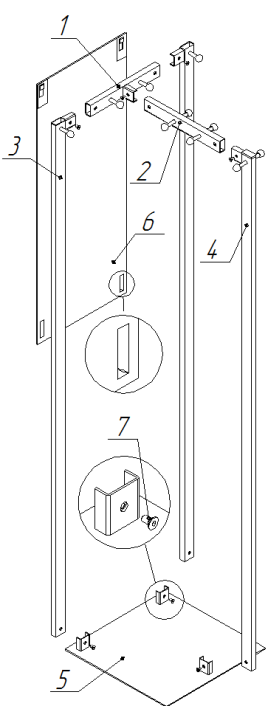
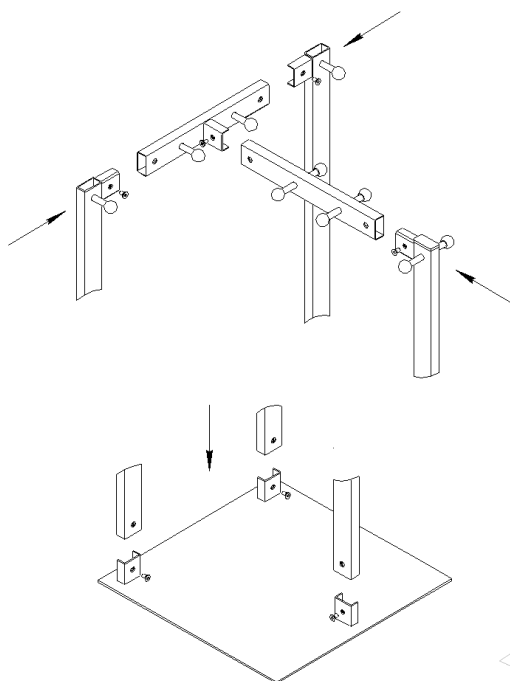
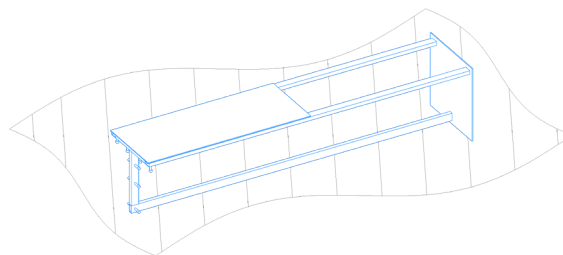

Рис.1.1
Рис.1.2
Рис.1.3
- Для сборки верхнего Т-образного элемента возьмите стяжку переднюю Т-образного элемента (1) (Рис.1.1), и вставьте в нее стяжку центральную Т-образного элемента (2) той стороной, где расстояние от края стяжки до первого крючка больше. **ВНИМАНИЕ!!! Если центральную стяжку вставить другой стороной (где расстояние от края стяжки до первого крючка меньше), сборка будет неверной. Крючки будут располагаться слишком близко друг к другу, воспользоваться ими будет невозможно или крайне неудобно!**
- Возьмите основание (5), положите кронштейнами вверх на ровную поверхность, насадите стойку правую (3.1) на кронштейны основания (5), наживите винтами М6х15 из комплекта фурнитуры (7) (Рис1.2).
- Насадите стойку левую (3.2) на кронштейны основания (5), наживите винтами М6х15 из комплекта фурнитуры (7) (Рис1.2).
- Возьмите заднюю стойки (4) и насадите их на кронштейны основания (5), наживите винтами М6х15 из комплекта фурнитуры (7) (Рис1.2).
- Возьмите собранный Вами Т-образный элемент, разместите его между кронштейнами верхней части стоек вешалки, насадите его на кронштейны всех стоек в как показано на Рис.1.2, наживите винтом М6х15 из комплекта фурнитуры (7) (Рис1.2).
- Возьмите зеркало (6), снимите защитную пленку с двустороннего скотча (см.Рис.1.1), аккуратно вставьте зацепы на зеркале в стойки вешалки (3.1) и (3.2), опустите зеркало (6) на стойки, аккуратно прижмите (БЕЗ УСИЛИЯ) зеркало для плотной фиксации. После этого положите вешалку горизонтально на пол (рис. 1.3) и оставьте её в этом положении на 12 часов, чтобы сцепился клей скотча.